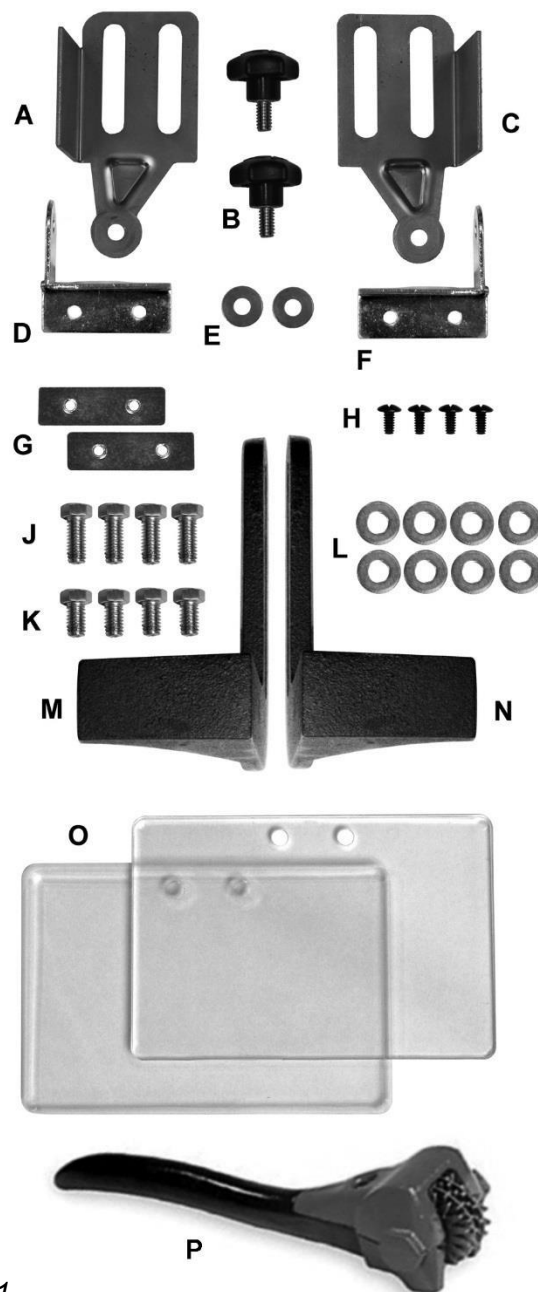

Рис.1
- 1 шт Искровая защита – Левая (А, рис.1)
- 2 шт Фиксирующая рукоятка (В, рис.1)
- 1 шт Искровая защита – Правая (С, рис.1)
- 1 шт Кронштейн защитного экрана – Лев.(D, рис.1)
- 2 шт Плоская шайба, 1/4" (Е, рис.1)
- 1 шт Кронштейн защитного экрана–Прав.(F, рис.1)
- 2 шт Пластина защитного экрана (G, рис.1)
- 4 шт Винт со сферической головкой, 3/16 x 1/2" (H, рис.1)
- 4 шт Болт, 3/8 x 3/4" (J, рис.1)
- 4 шт Болт, 3/8 x 1/2" (K, рис.1)
- 8 шт Плоская шайба 3/8" (L, рис.1)
- 1 шт Подручник – Левый (M, рис.1)
- 1 шт Подручник – Правый (N, рис.1)
- 2 шт Защитный экран (O, рис.1)
- 1 шт Устройство правки абразивного круга (P, рис.1)